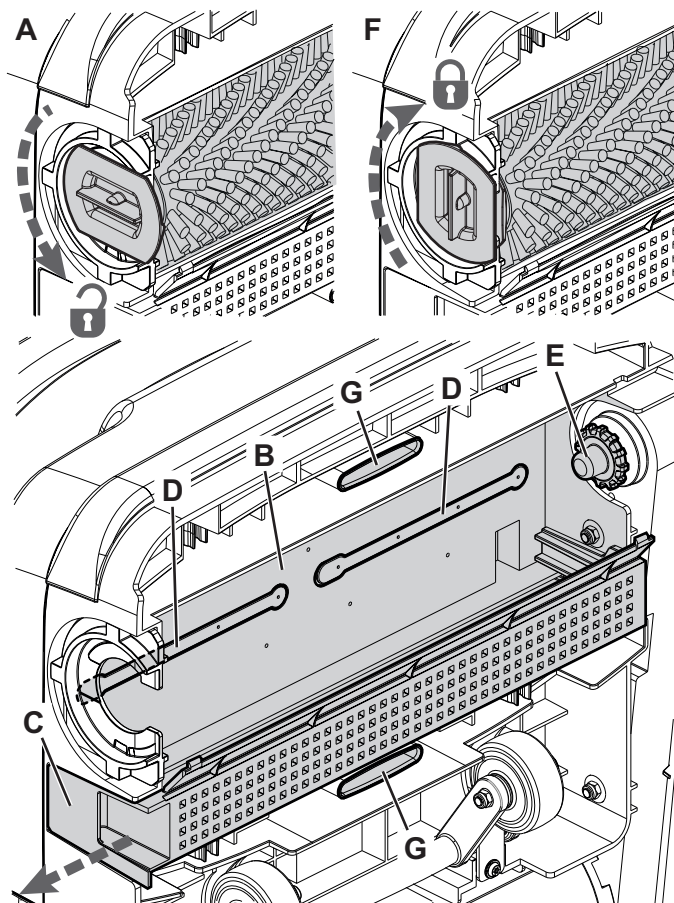

Figure 10
6. Avant de monter les barres des embouchures, nettoyer soigneusement les conduits pour l'eau de récupération (G, fig. 10) de toute saleté.
7. Monter les embouchures (20) et les accrocher complètement.
1. Tourner le levier dans le sens contraire des aiguilles d'une montre (A, Fig. 10) et enlever la brosse.
2. Nettoyer et laver la brosse cylindrique (18) avec de l'eau et du détergent.
4. Nettoyer soigneusement la zone du logement de la brosse (B).
5. Sortir le bac à débris (C), le nettoyer et le rincer à l'eau claire, puis le remettre dans son logement.
6. Démontez les doseurs de solution (D) et les nettoyer avec de l'eau et du détergent, puis les rincer et les remettre en position.
7. Remonter la brosse cylindrique (18) sur le pion d'entraînement (E) et l'accrocher en tournant le levier dans le sens des aiguilles d'une montre (F).